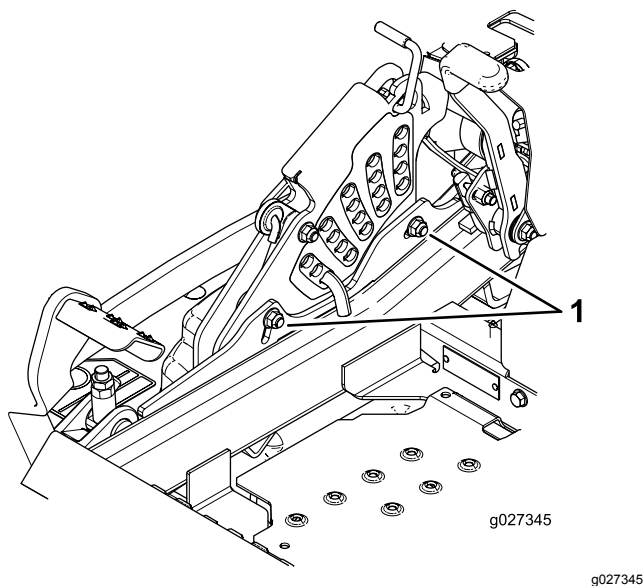

Figura 97
12. Para ajustar el sistema de ajuste de un solo punto, afloje los 2 pernos situados cerca del borde inferior de la pletina de altura de corte (Figura 97).